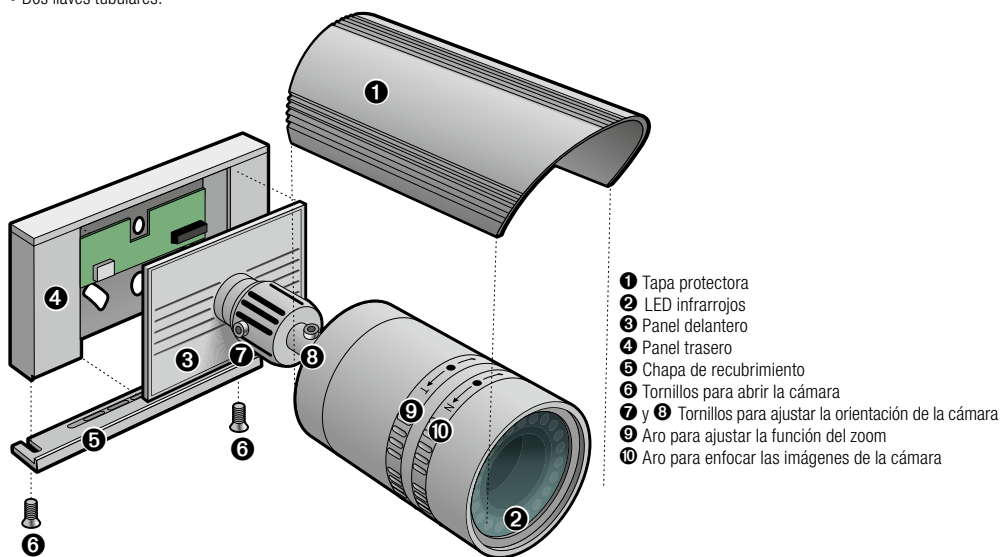

fig.1
- ➔ **1** Afloje el tornillo (fig.1 10) e incline la cámara en la dirección deseada.
- ➔ **2** Afloje el tornillo (fig.1 10) y gire la cámara. Compruebe que la imagen se mantiene horizontal.
- ➔ **3** Gire el aro (fig.1 10) para acercar o alejar la imagen.
- ➔ **4** Gire el aro (fig.1 10) para enfocar la imagen.